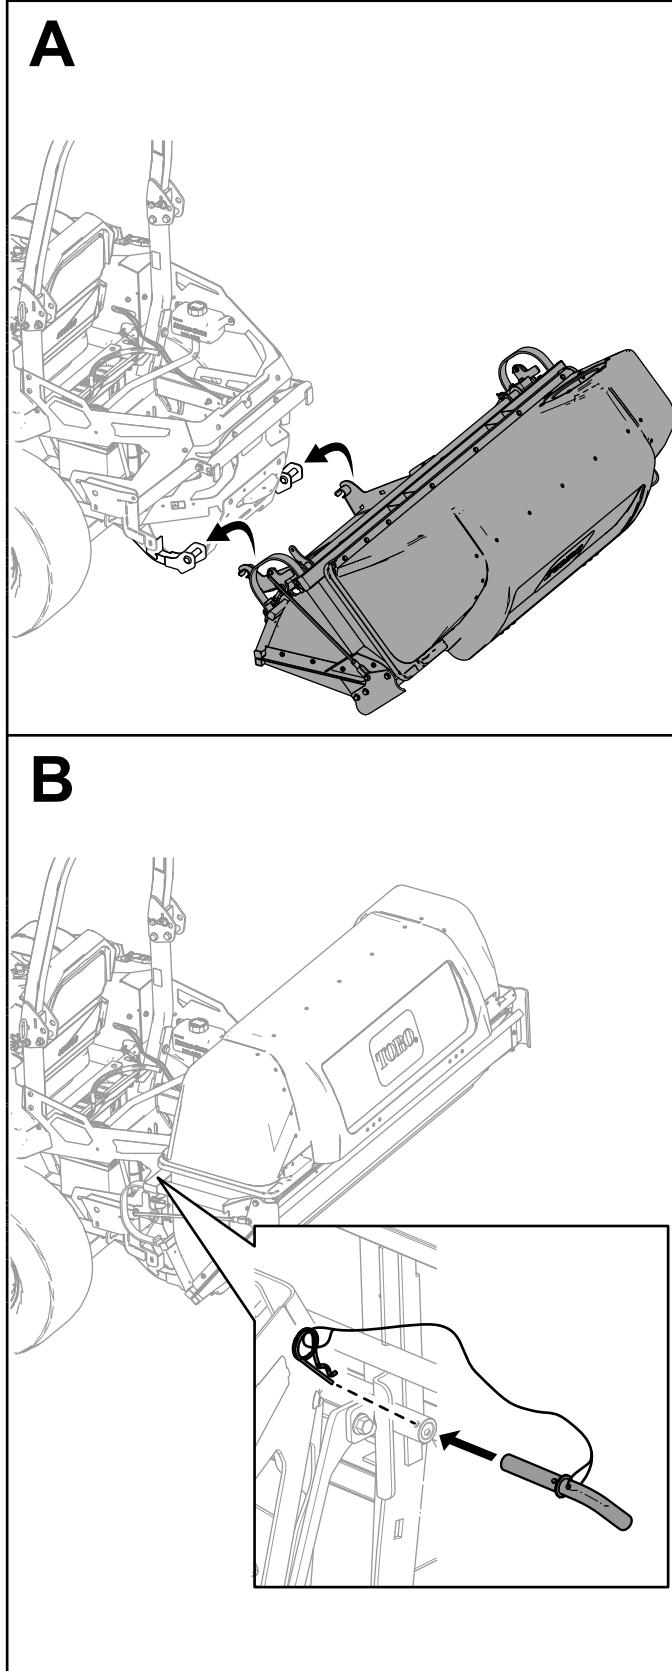

Figura 15
- 4. Deslice los ganchos sobre el soporte de montaje inferior (Figura 15).
- 5. Gire el conjunto de la tolva sobre el soporte de montaje inferior de la tolva (Figura 15).
- 7. Instale un pasador en cada lado, sujetándolos con chavetas (Figura 15).